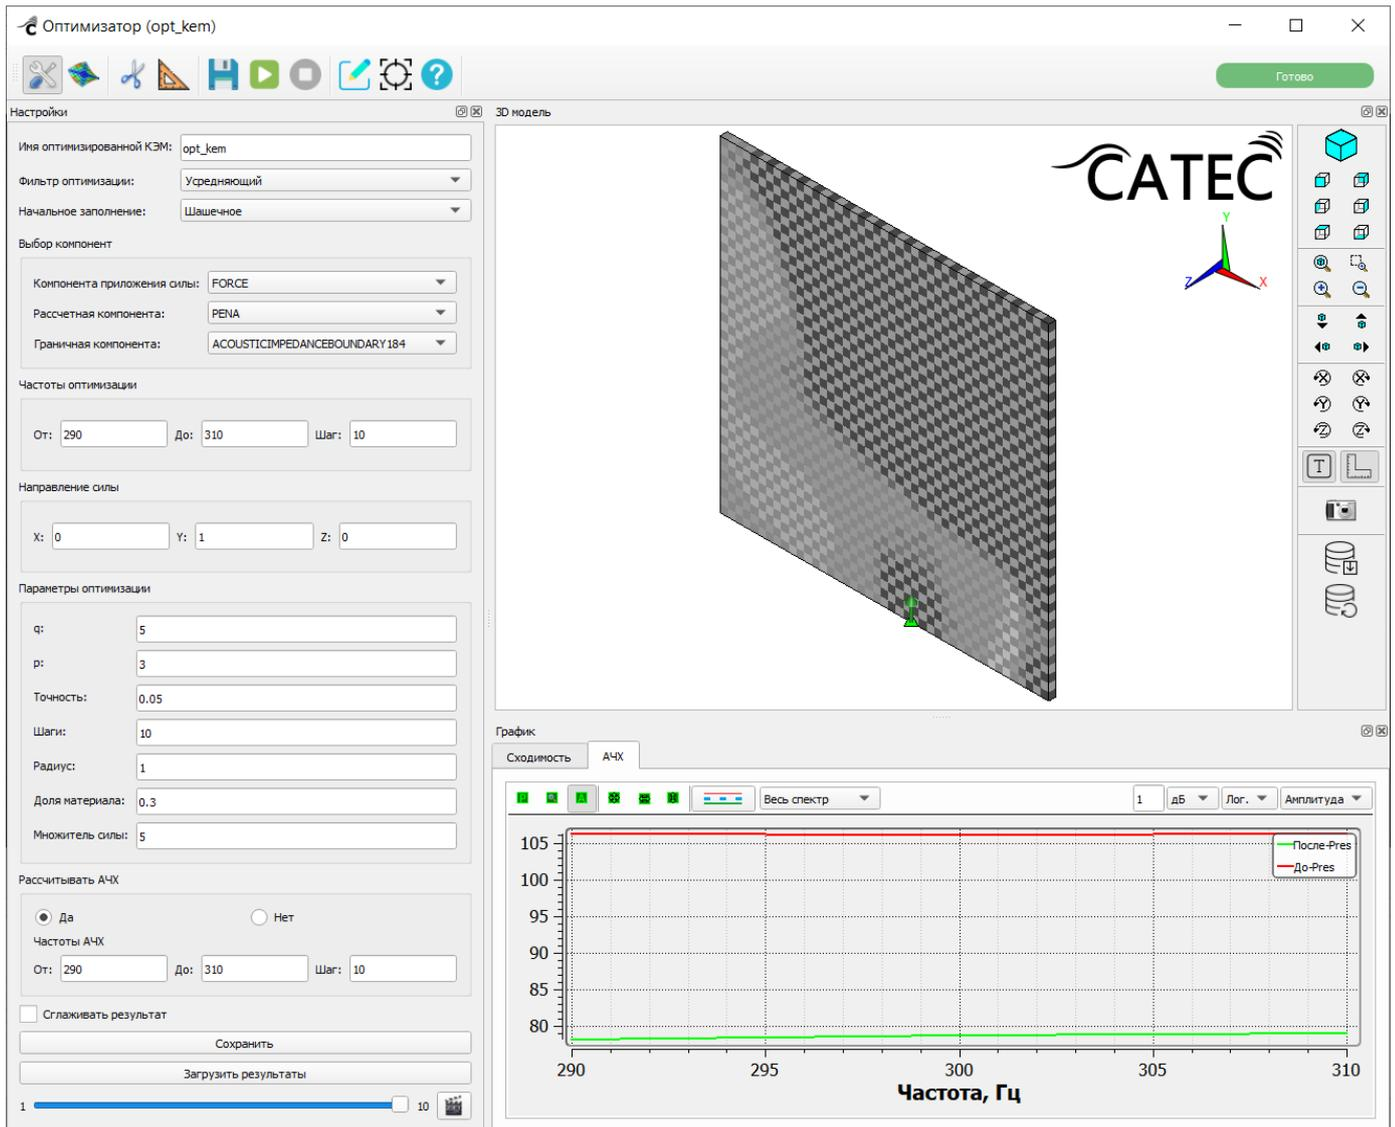

Рисунок 153 – Оптимизированная КЭМ. График АЧХ
- «АЧХ» – отображаются графики амплитудно-частотных характеристик для перемещений до оптимизации (красный цвет) и после оптимизации (зеленый цвет) (Рисунок 153).